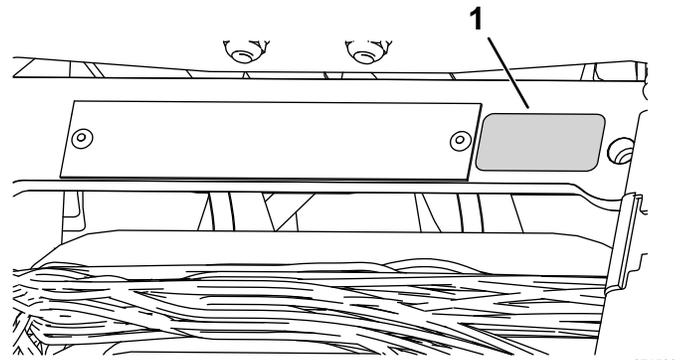

Figura 9
- Coloque la pegatina del año de producción junto a la placa con el número de serie (Figura 9).